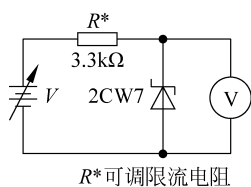

图 3-18 测试稳压管稳压值的实验电路
- (1) 查阅稳压管的型号手册得知。
- (2) 根据在 WQ4830 型晶体管特性图示仪上测出的伏安特性曲线获得。
- (3) 通过一个简单的实验电路测得,实验电路如图 3-18 所示。